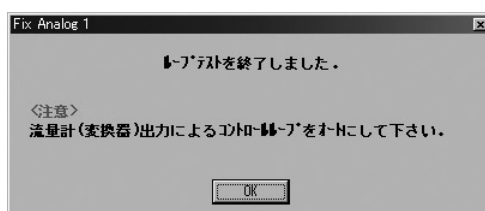

図83
- ⑤ 「Stop」ボタンをクリックすると図83のようなメッセージボックスが現れますので、「OK」ボタンをクリックしてください。